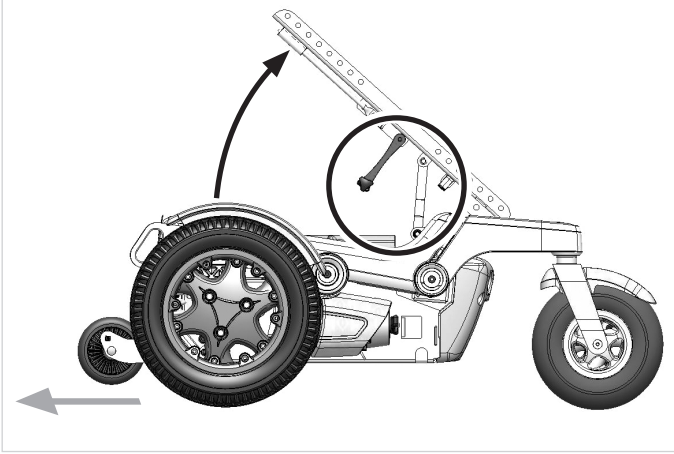

Fig. 6.8
- Controleer, voordat u het frame loslaat, of de zitting via de vergrendeling is veiliggesteld (fig. 6.7 voorwiel - fig. 6.8 achterwiel - fig. 6.9 hybride).